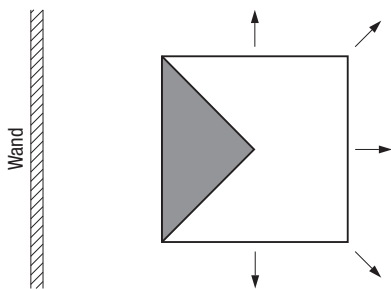

Bild 10: 3-seitiges Ausblasen vor einer Wand
a) Durch die Abdeckung in Bild 10 wird ein 3-seitiges Ausblasen erreicht.